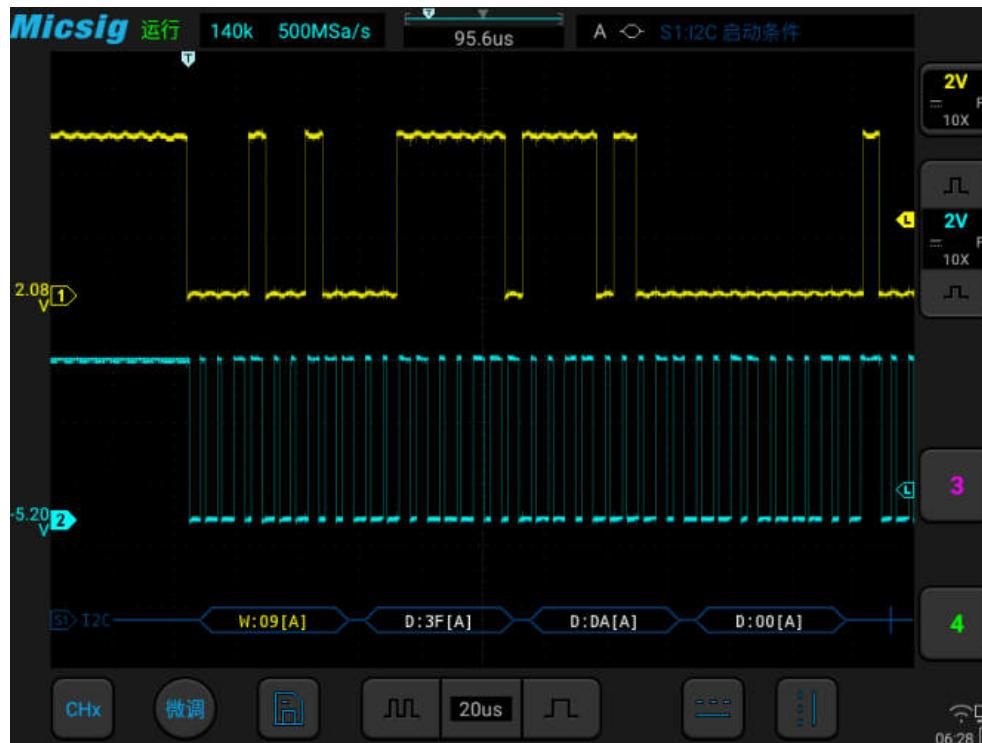

图12-24 I2C 图形界面
- (1) 轻点 S1 打开解码通道，再次点击 S1 打开总线配置菜单；
- (2) 选择总线类型为“I2C”，打开总线设置菜单，点选时钟 SCL 为 Ch2 通道；
- (3) 打开触发方式配置菜单，在触摸屏上点选“启动条件”；
- (4) 依据信号幅值设置 2 个通道的阈值电平； I2C 触发图形界面见图 12-24：